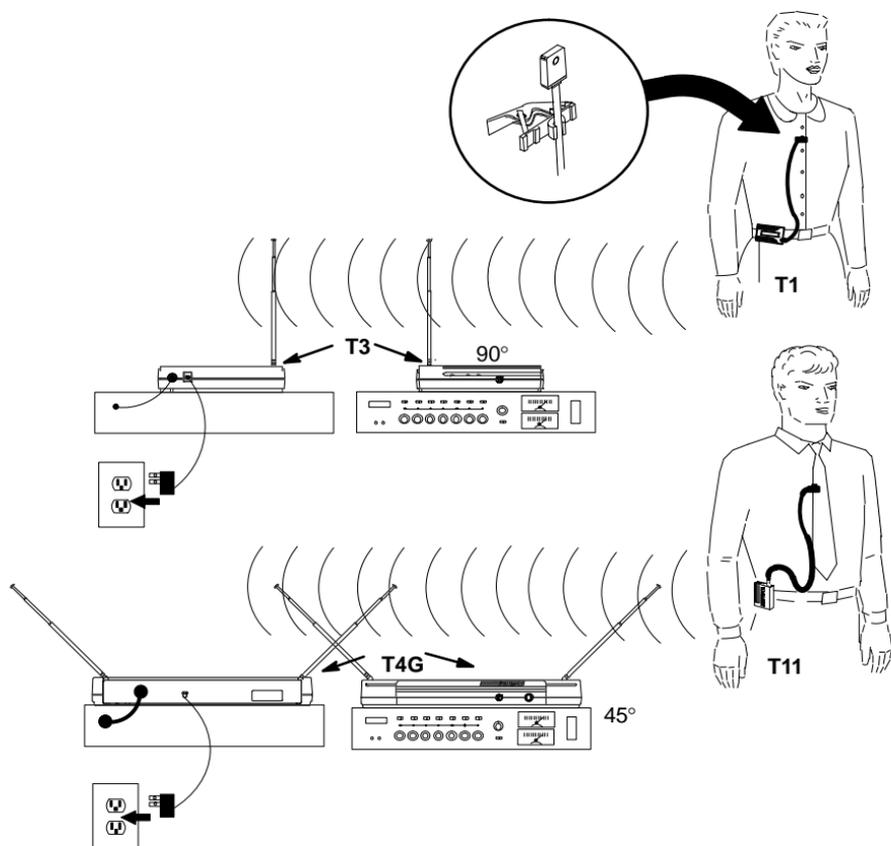

FIGURE 11
2. Se référer à la Figure 11. Brancher une extrémité de l'adaptateur d'alimentation c.a. au connecteur DC INPUT au dos du récepteur, brancher ensuite l'autre extrémité à une prise électrique c.a. (utiliser PS20 pour 105–125 VCA, 60 Hz; utiliser PS20E pour 230 VCA, 50 Hz). Le témoin vert POWER du récepteur s'allume.
- *Pour réduire le gain* : tourner la commande de gain de l'émetteur dans le sens contraire des aiguilles d'une montre au moyen du tournevis fourni pendant que l'on chante ou parle d'une voix normale (T2 ou T1). Continuer de la tourner jusqu'à ce que le témoin rouge PEAK du récepteur ne clignote que lorsque l'on parle d'une voix forte. Voir la Figure 11.